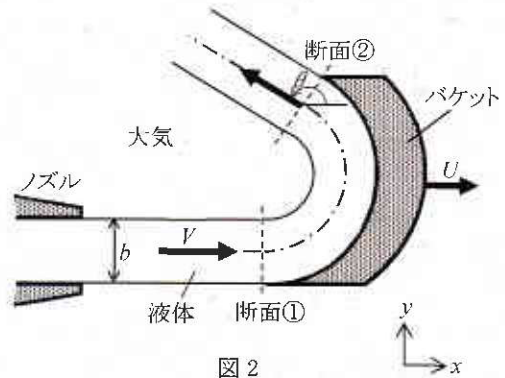

図2
図2に示すように、幅が b [m] の液体の二次元非圧縮性流れが、 xy 面内の x の正方向に一定速度 V [m/s] でノズルから大気中に噴出している。液体は、一定速度 U ($U < V$) [m/s] で x の正方向に移動しているバケットに沿って断面①からなめらかに流入し、バケットによって x の正方向からとった角度 θ ($\frac{\pi}{2} < \theta < \pi$) [rad] だけ向きを変えて断面②から流出している。液体は非粘性であり、重力と粘性の影響はなく、バケットの断面①と断面②の高さの差を無視し、全ての損失はないものとする。以下の問に答えなさい。ただし、流れは紙面垂直方向に単位幅とし、液体の密度を ρ [kg/m³]、円周率を π とする。
- (1) 液体がバケットに及ぼす力の x 方向成分 [N] を求めなさい。
- (2) 液体がバケットに及ぼす力の y 方向成分 [N] を求めなさい。
- (3) 液体がバケットに及ぼす力の x 方向成分によって、バケットがなされる仕事率 [W] を求めなさい。
- (4) バケットの速度 U を変化させるとき、問(3)で求めた仕事率が最大となる U を、 V を用いた式で表しなさい。